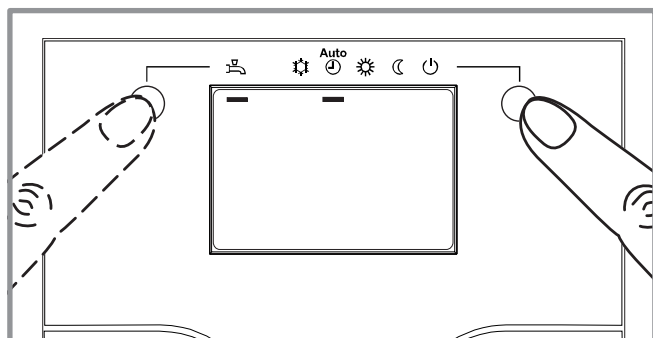

figura 6 - Selección del régimen de calefacción (AUTO) y selección del régimen ACS (agua caliente sanitaria)
- Seleccionar el régimen de calefacción "AUTOMÁTICO" (figura 6).
- Seleccionar el régimen ACS (figura 6).